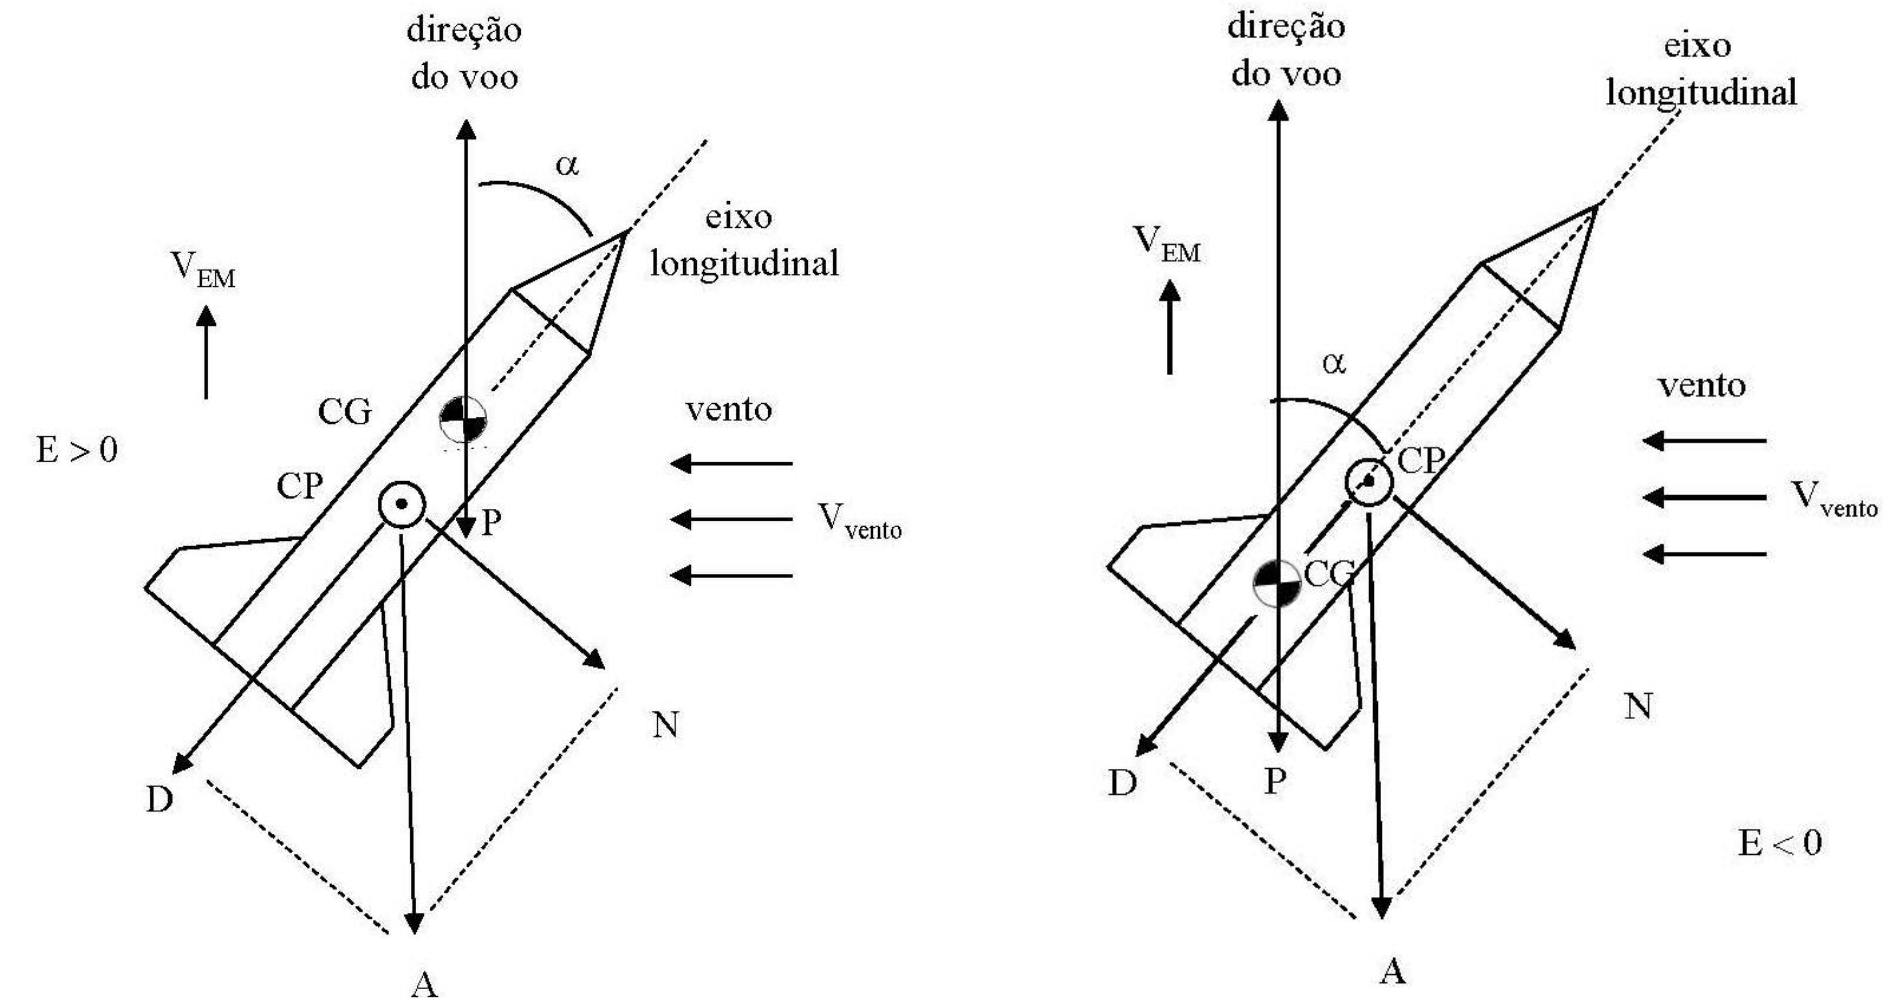

Figura 3.5. Foguete-modelo em voo balístico estável (esquerda) e instável (direita).
α = ângulo de ataque do foguetemodelo [radiano] (será mostrado na Figura 3.5)
A Figura 3.5 do lado esquerdo ilustra um voo balístico (sem propulsão) na vertical, com vento lateral, para o caso em que a velocidade do foguete-modelo (V_{EM}) é maior do que a do vento (V_{vento}) e $E > 0$. Para essa situação, N faz α diminuir, tendendo a zero, e mantendo a direção do voo. Mas para o caso da Figura 3.5 do lado direito em que $E < 0$, N faz α aumentar cada vez mais, levando ao des controle (instabilidade) do voo e aumentando muito a força aerodinâmica (A).
Existem métodos sofisticados para calcular o CP de foguetes. O método mais usado com minifoguetes é o método de Barrowman. Ele permite calcular o CP de forma fácil e aplica-se a minifoguetes com variações de diâmetro do tubo-foguete, vários estágios e conjuntos de empenas, e $\alpha < 10^\circ$. Aqui será mostrado o cálculo para um minifoguete como o da Figura 3.5 composto por nariz, tubo-foguete e empenas.